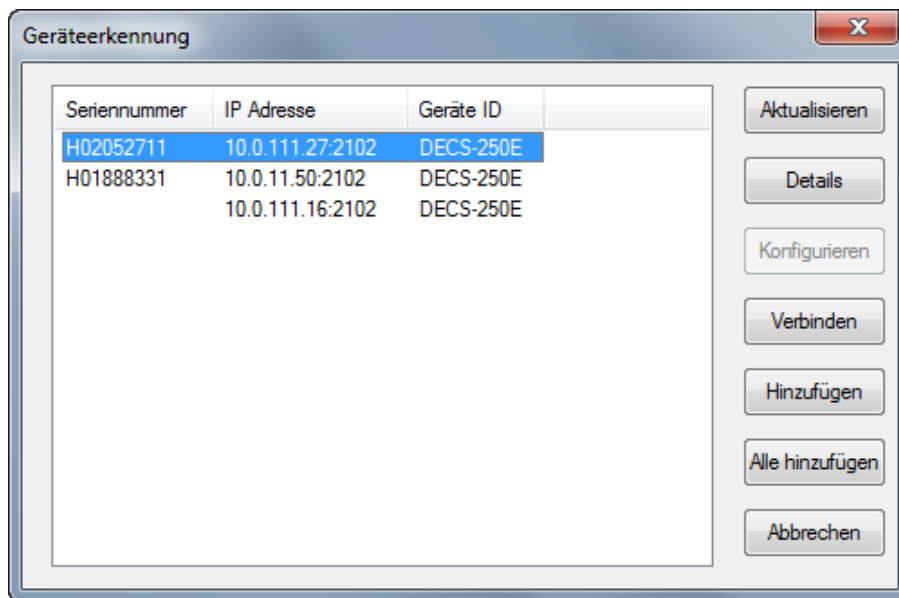

Abbildung 21-9. Fenster Geräteerkennung
Geräteerkennung klicken. Nachdem die Suche abgeschlossen ist, wird Ihnen ein Fenster mit den angeschlossenen Geräten angezeigt. (Abbildung 21-9)
6. Wählen Sie das gewünschte Gerät aus der Liste und klicken Sie *Verbinden*. Warten Sie, bis die Verbindung aufgebaut ist (Abbildung 21-9).